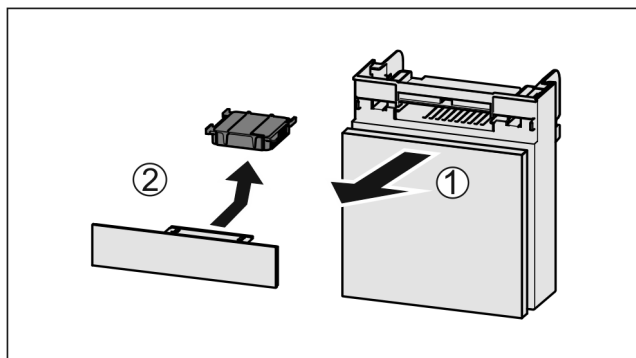

Fig. 69
- Estrarre il vano tirando in avanti Fig. 69 (1).
- Rimuovere il filtro a carboni attivi Fig. 69 (2).